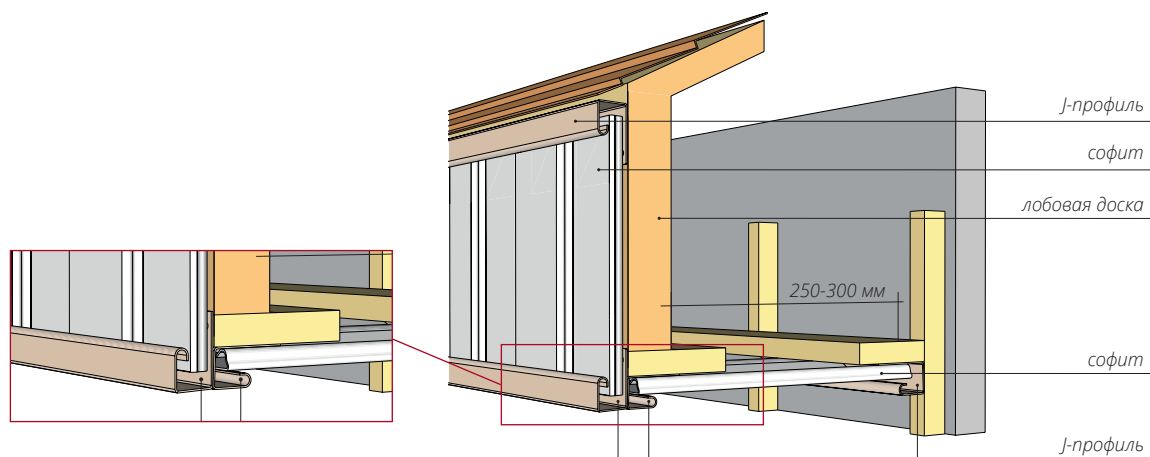

Рисунок 81
- 16.4** Наружный угол, описанный в п.20.2, можно заменить совмещенными между собой двумя J-профилями (рис. 81).